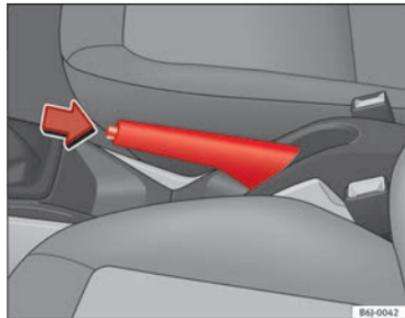

Fig. 119 Freno de mano entre los asientos delanteros
- Tire con fuerza de la palanca del freno de mano hacia arriba ⇒ fig. 119.
- Tire ligeramente de la palanca hacia arriba, presione el botón de desbloqueo en la dirección de la flecha ⇒ fig. 119 y baje completamente la palanca ⇒ ⚠.